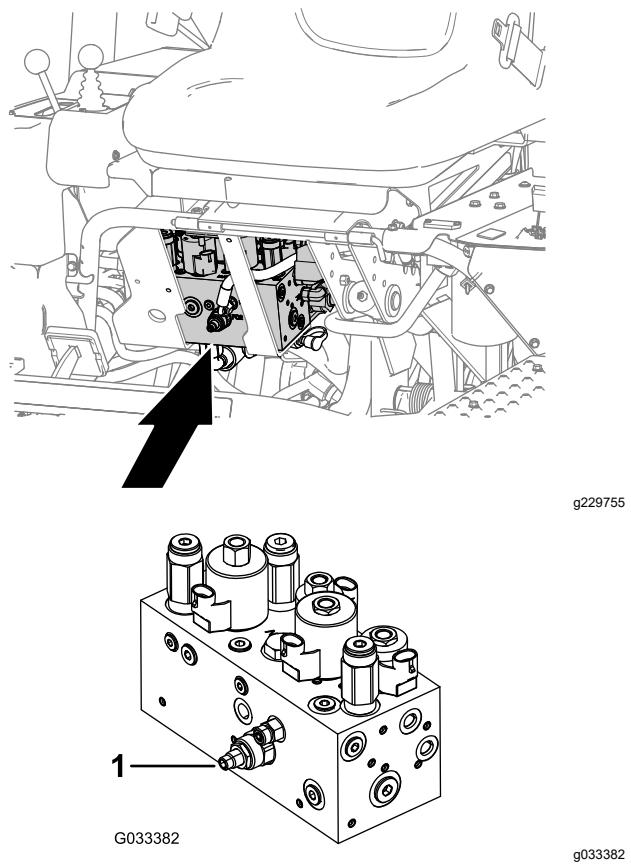

Figura 51
El circuito de elevación/bajada de la unidad de corte está equipado con una válvula de control de flujo (Figura 51). Esta válvula viene ajustada de fábrica con una abertura de aproximadamente 3 vueltas, pero es posible que sea necesario ajustarla para compensar diferencias en la temperatura del fluido hidráulico, la velocidad de siega, etc.
1. Localice la válvula de control de flujo, debajo del asiento (Figura 51).